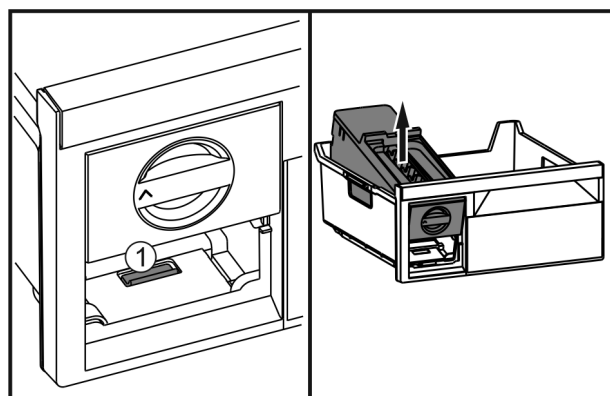

Fig. 70
- ▶ Wcisnąć nakładkę Fig. 70 (1), EasyTwist-Ice zdjąć od tyłu i wyjąć z szuflady zamrażalnika.